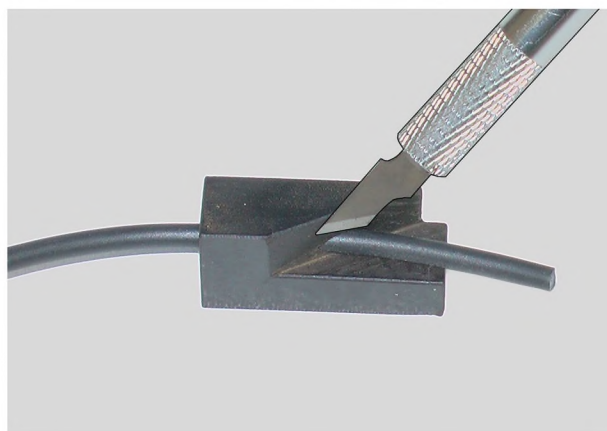

Рис. 19. Обрезание концов резинового шнура под нужным углом
2. Подготовка резинового шнура. Приводные ремни машины представляют собой кольца диаметром 160 мм из резинового шнура диаметром примерно 5 мм. Приготовьте отрезок такого шнура диаметром 4 мм длиной 500 мм, очистите его от загрязнений и протрите спиртом концы этого отрезка. Острым тонким лезвием чистого канцелярского ножа срежьте концы шнура под углом 30° . Чтобы обеспечить точность и чистоту срезов, удобно использовать простое приспособление, устройство которого показано на рис. 19.